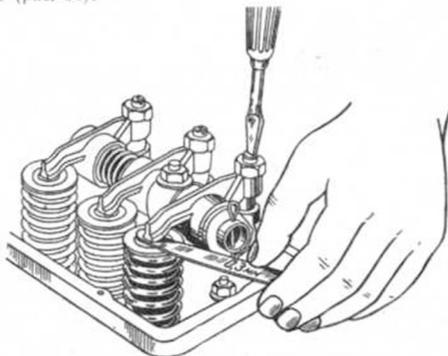

Рис. 64. Регулировка зазора в клапанах.
3. Проверка и регулировка зазора между клапанами и коромыслами и притирка клапанов. Проверку зазора между клапанами и коромыслами делать на холодном двигателе при снятой крышке (рис. 64).